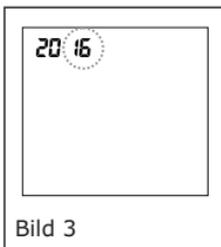

Bild 3
2. Drücken und halten Sie die Taste „**M1**“, drücken Sie anschließend die Taste „ $\cup$ “, wodurch das Jahr wie in Bild 3 aufleuchtet.